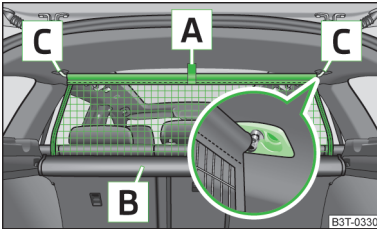
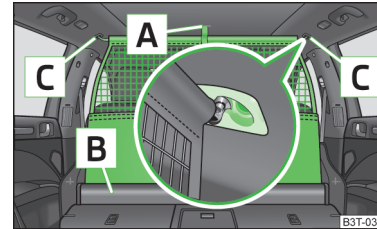

Abb. 103
Abb. 104
- Sich überzeugen, dass die Querstange in den Aufnahmen **C** » Abb. 103 auf Seite 95 bzw. » Abb. 104 auf Seite 95 in der vorderen Stellung eingesteckt ist!
- › Die Netztrennwand an der Lasche **A** » Abb. 103 in Richtung der Aufnahmen **C** ziehen.
- › Die Querstange erst auf der einen, dann auf der anderen Seite etwas nach hinten ziehen und aus den Aufnahmen **C** » Abb. 103 nehmen.
- › Die Netztrennwand an der Lasche **A** » Abb. 104 ziehen.
- › Die Querstange erst auf der einen, dann auf der anderen Seite etwas nach hinten ziehen und aus den Aufnahmen **C** » Abb. 104 nehmen.